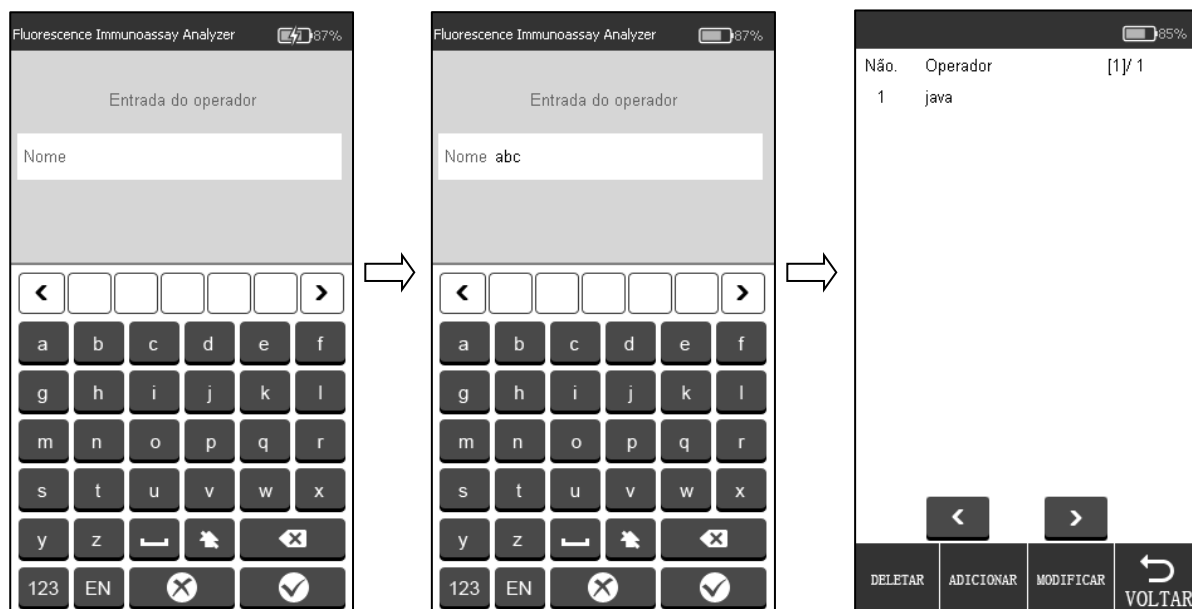
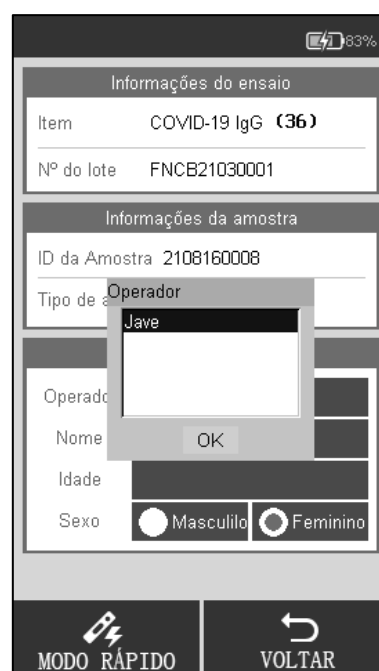

Fig. 18
Fig. 31
Clique em " **Adicionar** ", digite o nome do operador, clique  para completar a adição. (Ref. Fig. 18)
Clique no operador que precisa ser excluído ou modificado e a cor mudará para azul. Clique em " **DELETAR** " o operador selecionado será excluído, clique em " **Modificar** " para entrar na interface conforme Fig 18.
Passo 5: Preencha as informações do paciente, como operador, nome do paciente, idade e sexo. Toque na área ao lado do operador, a interface aparecerá como Fig 31. Selecione o Operador. A Alimentação das Informações do Operador é explicada com a Fig 18 na seção 5.1.1.